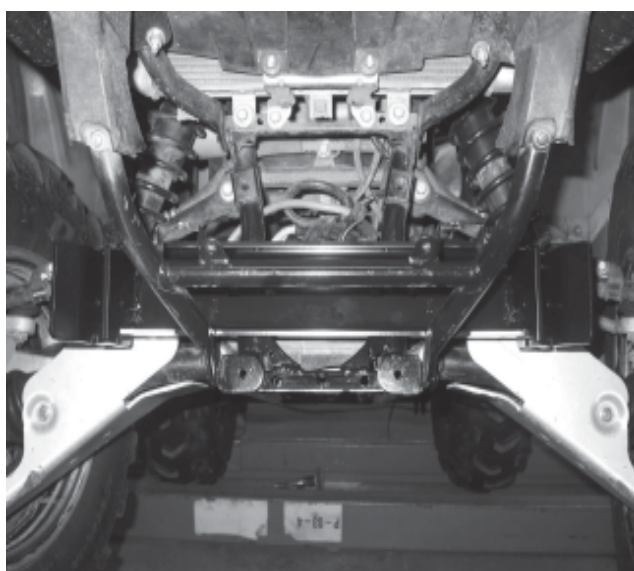

Figure 3
5. Placez les 2 boulons en U M8-1,25 (B1) autour des rails du cadre et dans la plaque de montage de la lame. Fixez le tout à l'aide de 2 rondelles plates (B2) et 2 écrous hexagonaux de blocage M8-1,25 (B4). Voir figure 3.